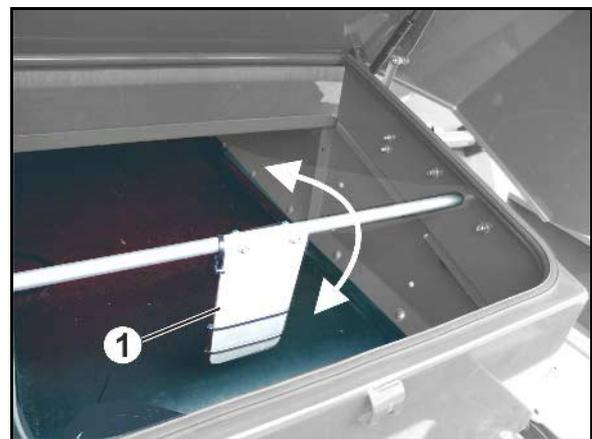

Fig. 46
3. Die Regelklappe (Fig. 46/1) auf Leichtgängigkeit prüfen und ggf. Stellringe nachstellen.